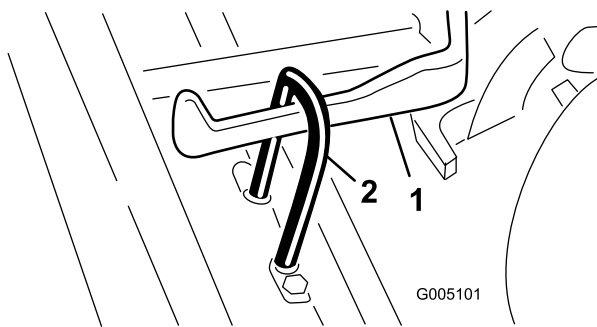

Figure 12
3. Poussez le plateau de coupe sous le cadre de traction en accrochant le crochet de relevage au bras de relevage (Figure 12).